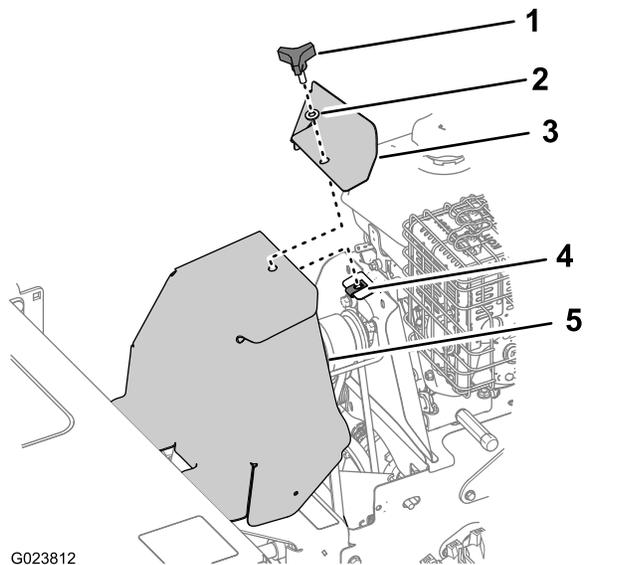

Figura 38
- Rimuovete la manopola e la rondella che fissano il coperchio del motore e il copricinghia alla macchina (Figura 38).
- Allineate il copricinghia e il coperchio del motore alla macchina e al dado della piastra (Figura 38).
- Fissate il copricinghia e il coperchio del motore alla macchina con la manopola e la rondella (Figura 38).